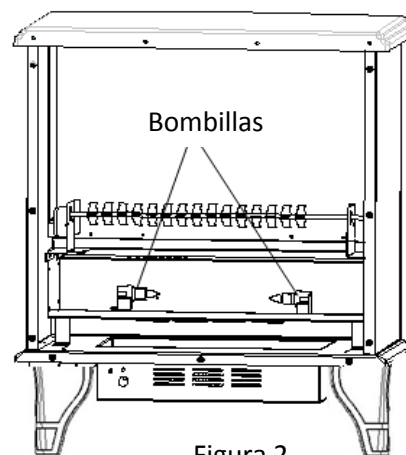

Figura 2
- Retire las bombillas y reemplácelas con bombillas transparentes de base de enchufe G9 de 120 V / 40 W (ver figura 2).